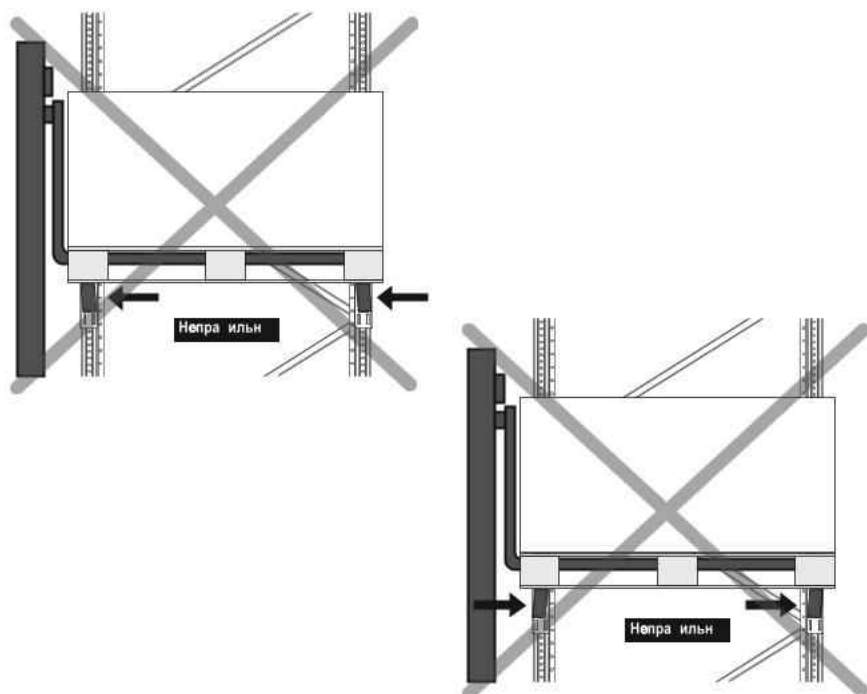

Рисунок 17 - Искривление балки в результате волочения или толкания грузовой единицы
- Захват поддона вилами и его снятие не должны приводить к повреждениям грузовой единицы и стеллажа. Запрещено толкать грузовую единицу, установленную на ярусе стеллажа, снимать поддон с вил путем волочения (трения) (рис. 17).